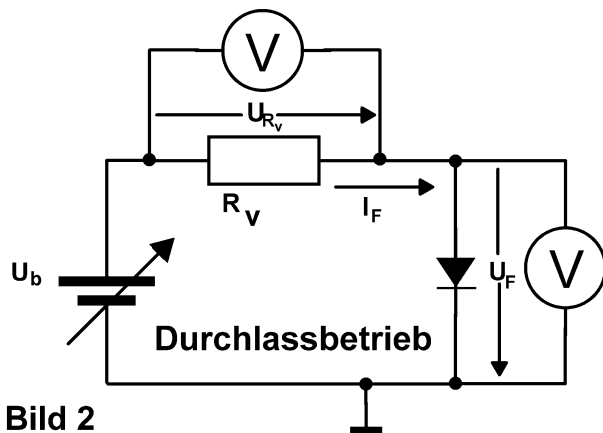
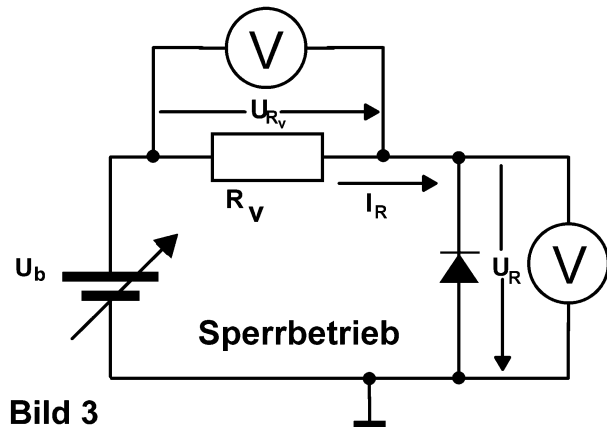

Bild 2
Bild 3
Bei welchen Dioden darf das Voltmeter, welches in Bild 3 zur Messung der Spannung U_R eingezeichnet ist, **nicht** verwendet werden? Wie kann U_R alternativ ermittelt werden?
Sie sollen mit den Schaltungen gemäß Bild 2 und Bild 3 die Gleichstrom-Kennlinie einer Diode vom Typ 1N4006 zwischen -10 V und $+0,8\text{ V}$ aufnehmen. Als Betriebsspannung der Schaltungen soll eine Spannung von maximal 10 V verwendet werden.
- Zum Aufnehmen der Kennlinie messen Sie U_{RV} und U_F bzw. U_R mit dem Multimeter. Verwenden Sie im **Durchlassbetrieb (Bild 2)** den zuvor berechneten Vorwiderstand R_V . Verwenden Sie für den **Sperrbetrieb (Bild 3)** als Vorwiderstand $R_V = 510\text{ k}\Omega$. Darf U_R wie in Bild 3 dargestellt ermittelt werden?
Nehmen Sie die Kennlinie der Diode ZPD 5.1 auf. Bauen Sie hierzu die Schaltungen entsprechend Bild 2 und 3 auf und verwenden Sie sowohl im Sperr- als auch im Durchlassbetrieb einen Vorwiderstand von $R_V = 100\text{ }\Omega$. Darf U_R wie in Bild 3 dargestellt ermittelt werden?